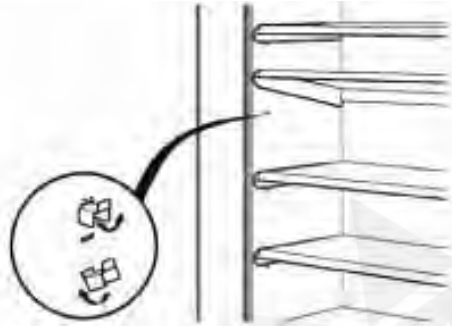

Fig. 13
- Träger aushaken und, wie in Fig. 13 gezeigt, ein, zwei oder drei Löcher tiefer wieder einhängen.
- Unhook supports and replace one, two or three holes lower as shown in fig 13.
- Décrocher les supports et, tel qu'indiqué dans la fig. 13, les raccrocher un, deux ou trois trous plus bas.
- Sganciare i supporti (vedi fig. 13) e poi riagganciarli uno, due o tre fori più in basso.